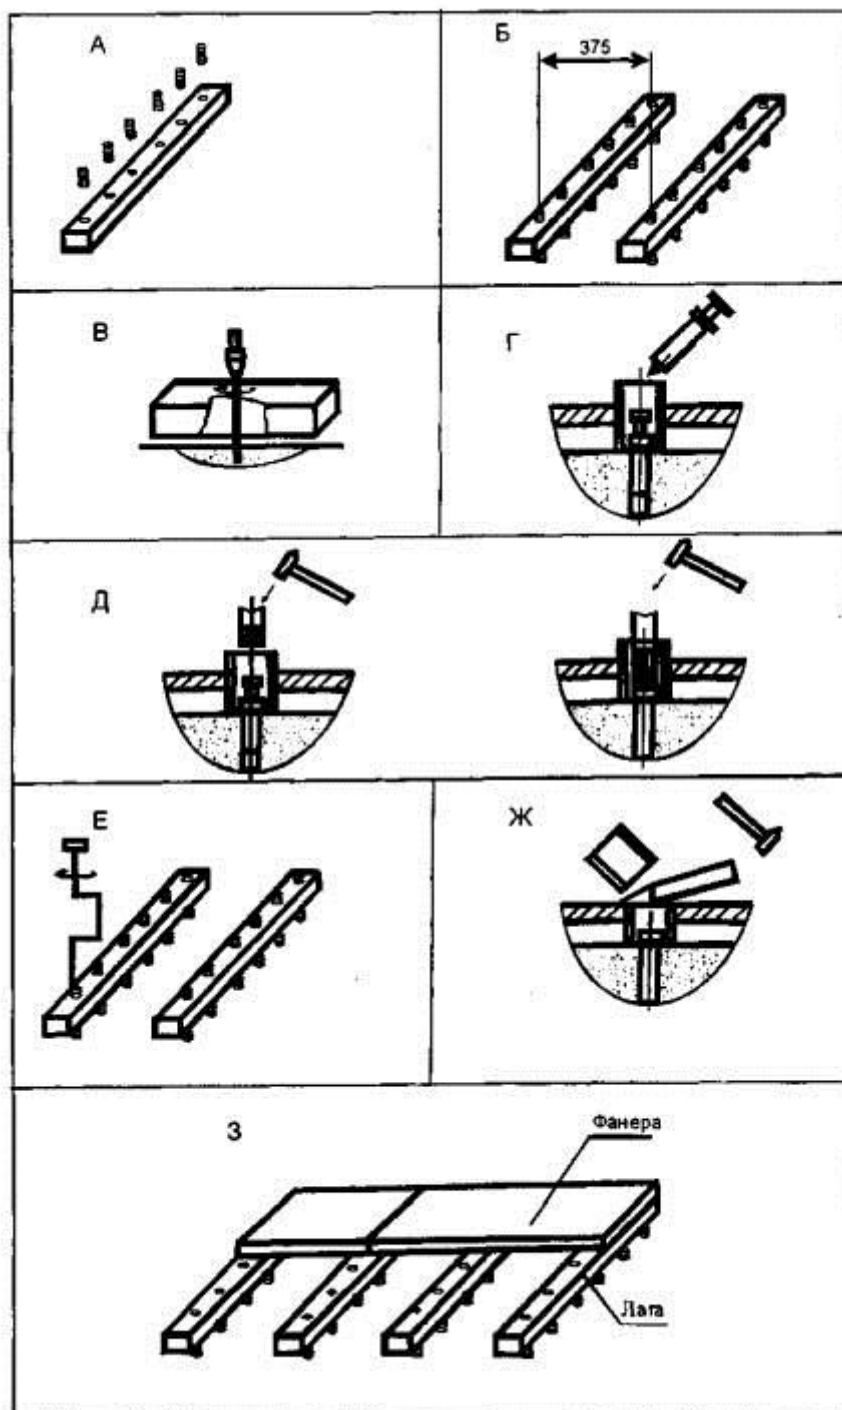

Рисунок 4 - Последовательность операций при установке регулируемых лаг и закреплении к ним сборной стяжки
5.60. При значительных неровностях подстилающего слоя, а также при необходимости укладки сборной стяжки по тепло- и звукоизолирующему слою или прохождении под стяжкой труб возможно выполнение сборной стяжки из фанеры по регулируемым лагам со сквозными резьбовыми отверстиями (рисунок 4).
5.62. Перед установкой в отверстия лаг ввинчиваются пластиковые болты-стойки, на которые опираются лаги (рисунок 4, А).
5.63. Лаги устанавливаются на перекрытии с шагом 375 мм, после чего через болты-стойки в перекрытии засверливаются отверстия (рисунок 4, Б, В).
5.64. В болт-стойку помещают дюбель-гвоздь, который на неполную глубину забивают с помощью дробника в отверстие, выполненное в перекрытии (рисунок 4, Г, Д).
5.65. С помощью завинчивающего инструмента регулируют необходимое положение лаг по уровню (рисунок 4, Е) и окончательно закрепляют лаги к перекрытию с помощью дюбеля-гвоздя, после чего выступающие части болтов-стоек срезают с помощью стамески (рисунок 4, Ж).
5.66. На установленные таким образом лаги укладывают сборную стяжку из двух слоев фанеры толщиной по 12 мм, закрепляя их с шагом 150 мм саморезами. При этом второй лист фанеры должен перекрывать стыки нижнего слоя (рисунок 4, З).